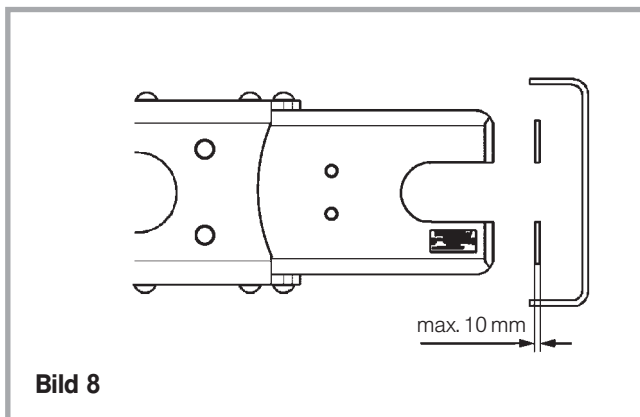

Bild 8
**På varje sida är max. 10 mm tillåtet!** (se bild 8).